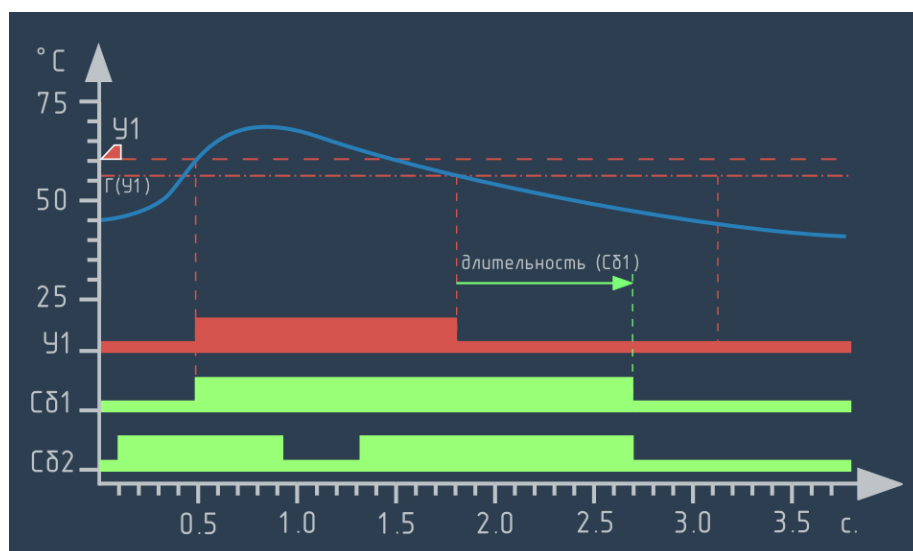

Рисунок 6.61 – График работы события для которого длительность установлена в зависимости от состояния другого события:
- ▶ **по условию** – длительность срабатывания события определяется состоянием другого события (см. рисунок 6.61).